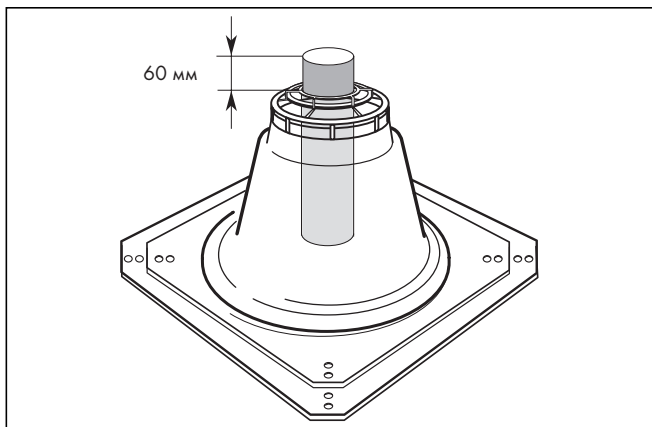

Рис. 4.81 Длина верхней трубы отвода ОГ
- Контроль: Над основанием шахтной насадки (13) должно выступать 60 мм (→ рис. 4.81).
- Зажмите колпак шахтной насадки (14) над верхним концом жесткого отвода ОГ и сильно надавите. (Колпак не защелкнется на основании.)